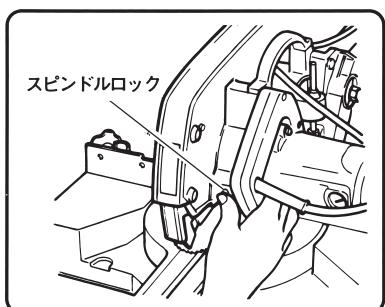

図 39-イ
(1) スピンドルロックを押したまま、ボルトに付属（図3参照）の10mmボックススパナを掛け、ゆっくりと回転させるとスピンドルロックが下がり、のこ軸が固定（のこ刃が回転できない状態）されます。（図39-イ）
ボルトは逆ネジになっておりますので図39-ロのゆるむ方向に、付属（図3参照）の10mmボックススパナでまわすとゆるみます。